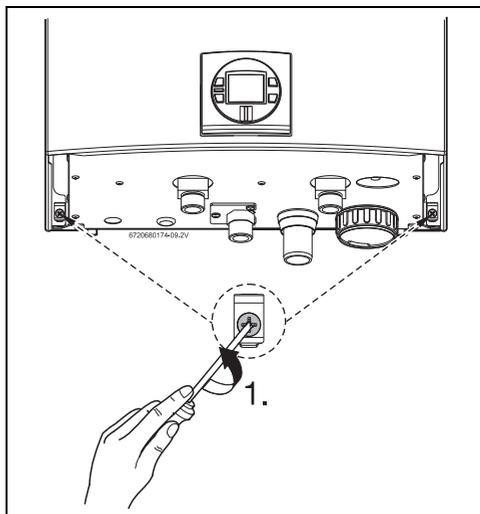

Fig. 20 Retirar los dos tornillos
- ▶ Aflojar los dos tornillos ubicados en la parte posterior del aparato (Fig. 20).
- ▶ Retirar la parte delantera del aparato, consultar (Fig. 20 y 21).